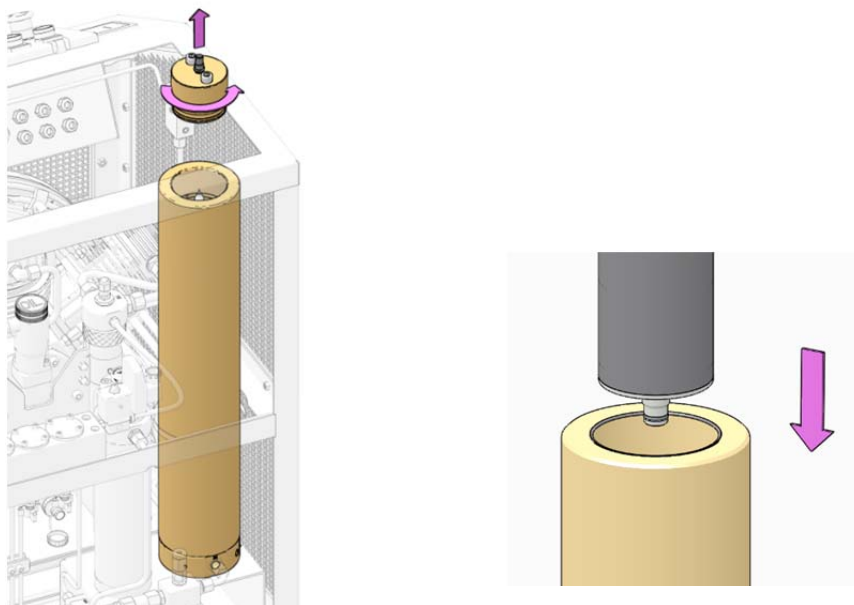

Рисунок 22
- извлечь из вакуумной упаковки фильтр-картридж, смазать уплотнительные кольца фильтр-картриджа смазкой ЦИАТИМ-221 и вставить его в корпус полностью до упора (рисунок 22);